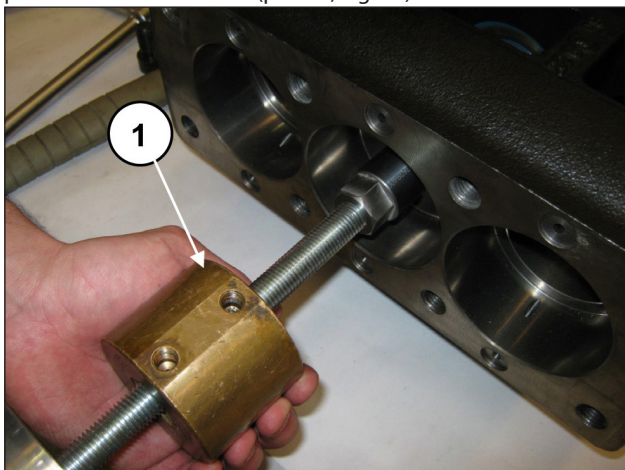

Fig. 36
Extraia as vedações do óleo usando o mecanismo de percussão da ferramenta (pos. ①, Fig. 36).